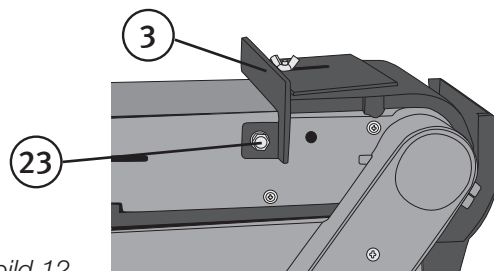

bild 12
3.5 Montera anhållet (bild 12)